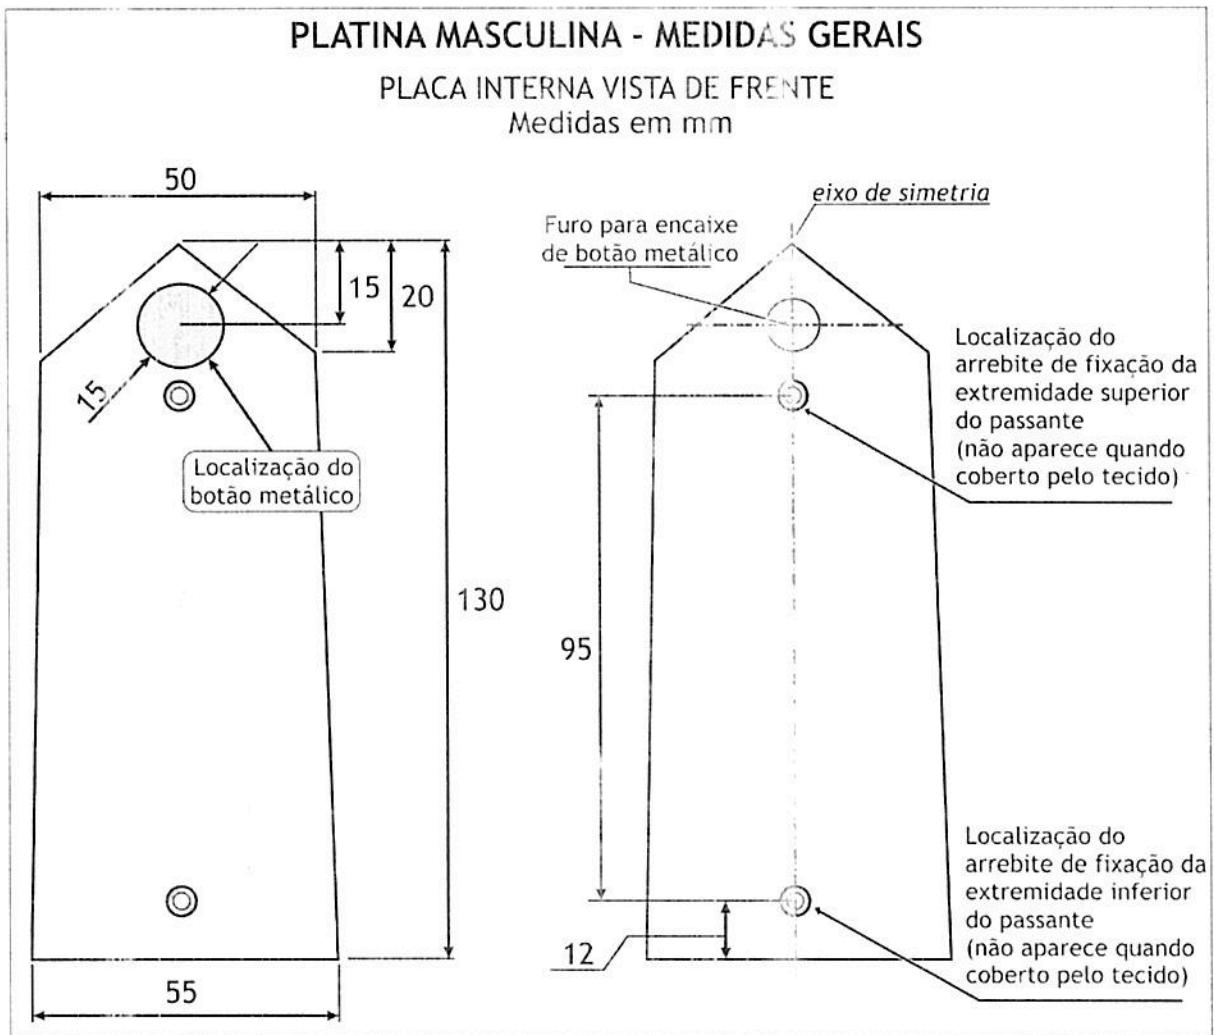

Figura 9: medidas na platina azul-ferrete masculina
08.05 Dimensões para platinas masculinas: 130 mm de altura (CD), com 55mm (CD) na base, subindo 110 mm (CD) a partir da base, e fechando a largura para 50mm (CD), sendo 25 mm para cada lado; subindo mais 20mm (CD) e terminando em 0,0mm de largura, fechando nesta ponta um triângulo (CC), (conforme Figura 9).